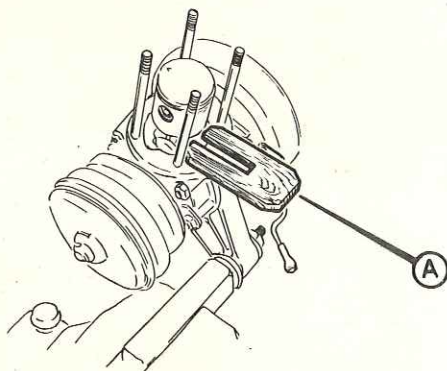

fig. 32
Afin de faciliter cette opération nous vous conseillons la réalisation d'un outil en bois (A) conforme à celui de la figure 32.